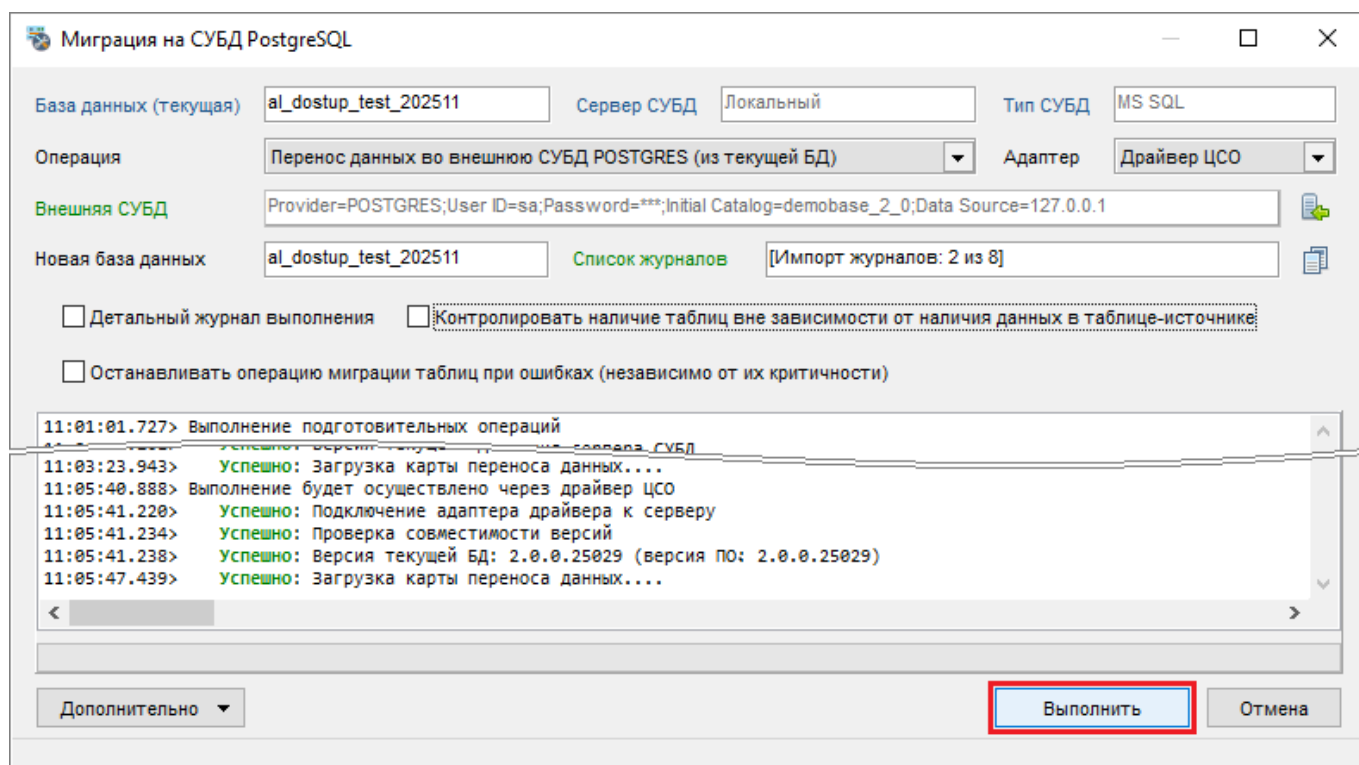

Рисунок 4-93 Запуск процесса миграции
- 12) для запуска процесса миграции БД нажмите в окне «Миграция на СУБД PostgreSQL» кнопку «Выполнить» (см. Рисунок 4-93);